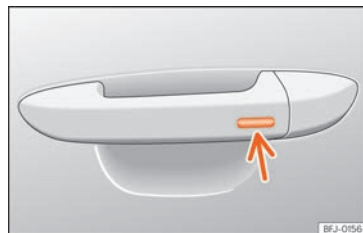

Abb. 103 Türgriff: Sensorfläche.
- Halten Sie einige Sekunden lang einen Finger über die Verriegelungssensorfläche »» **Abb. 103** (Pfeil) am Türgriff, damit das Dach geschlossen wird. Wenn Sie die Sensorfläche nicht mehr berühren, wird die Schließfunktion unterbrochen.